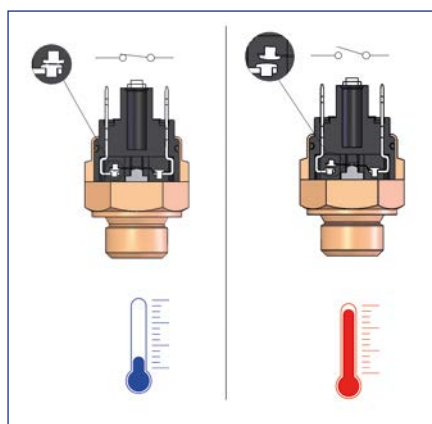

FIG. 2
- La rappresentazione di Fig. 2 mostra un termostato con contatti NORMALMENTE CHIUSI (N.C.) in assenza di temperatura. Vediamo infatti che in assenza di temperatura i contatti sono chiusi e il segnale è presente sui contatti esterni. Al raggiungimento della temperatura di taratura il contatto elettrico si solleva interrompendo il segnale.
- The diagram of Fig. 2 shows a Thermostat with NORMALLY CLOSED (NC) contacts in the absence of temperature. We can see that the contacts are closed and the signal is present on the external contacts. When the temperature setting is reached, the electrical contact rises and interrupts the signal.